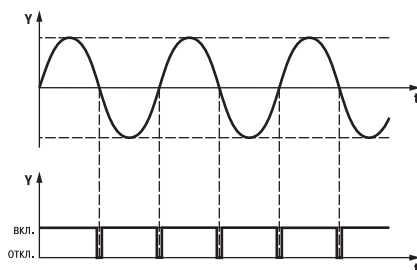

Рис. 3
3.1.1.1. **Устройство контроля перехода через ноль** формирует импульс в начале каждого полупериода соответствующей фазы (рис. 3). Эти импульсы синхронизируют работу устройства обработки сигналов.